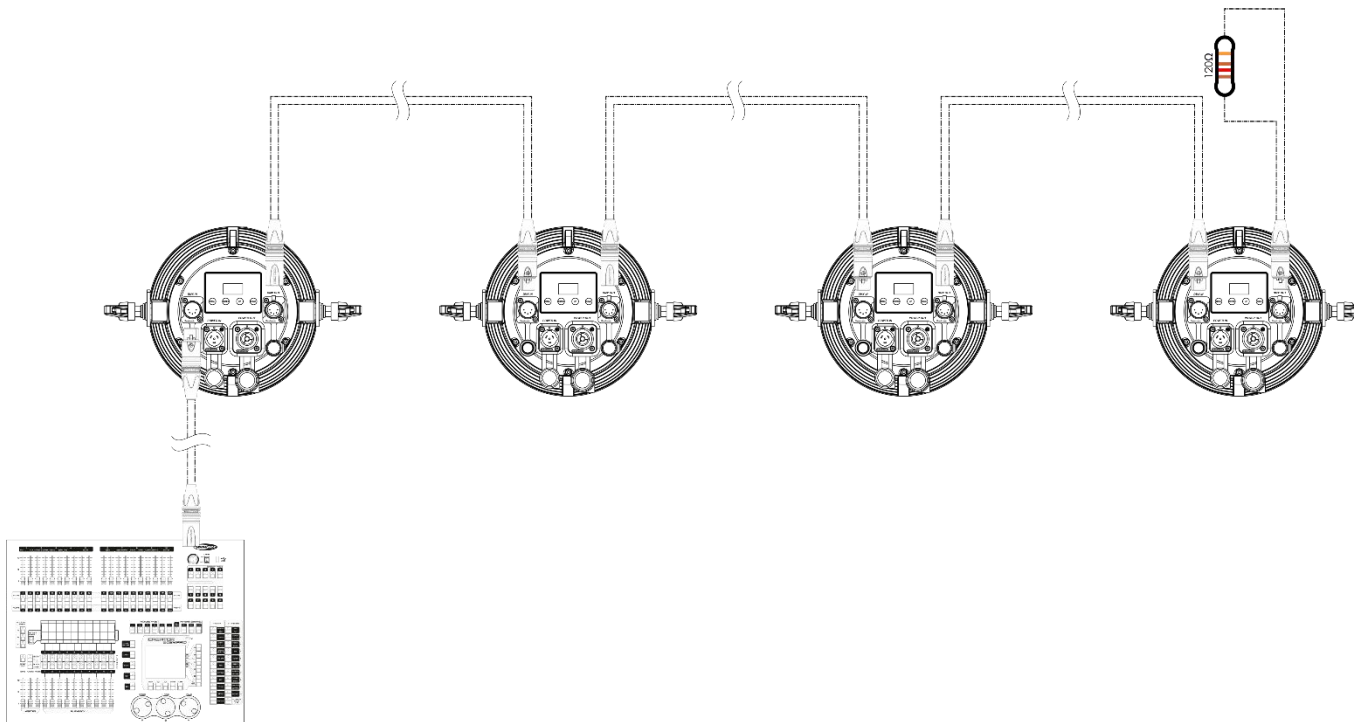

Abb. 04
- 04) Verbinden Sie die Geräte wie in Abb. 04. Schließen Sie einen Lichtcontroller mit einem DMX-Kabel an den Eingang des ersten Geräts. Schließen Sie den Ausgang des ersten Geräts mit einem DMX-Kabel an den Eingang des zweiten Geräts an. Wiederholen Sie diesen Vorgang, um die restlichen Geräte anzuschließen.